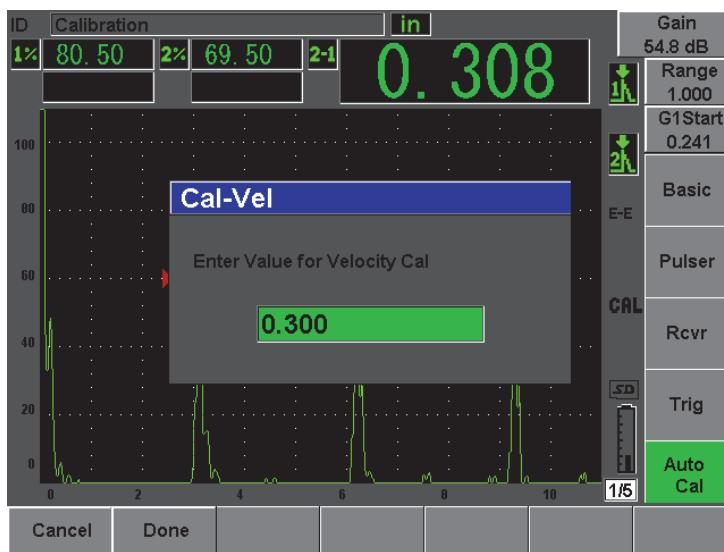

Рис. 10-15 Введение значения толщины для калибровки скорости
13. Как только появится устойчивое значение, выберите Auto Cal > Cal-Vel (Автокалибровка - Калибр. скорости). Изображение на экране фиксируется, и появляется окно Cal-Vel (см. Рис. 10-15 на стр. 180).